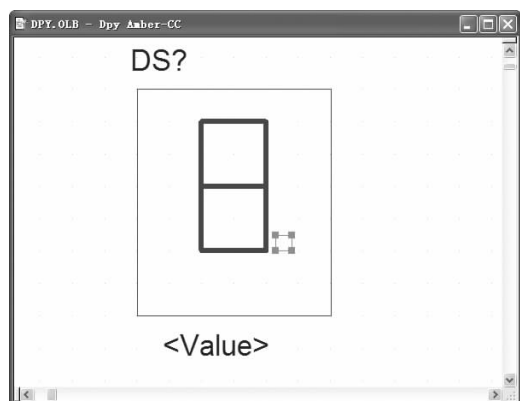

图 6-216 绘制小数点
5) 绘制小数点。选择菜单栏中的“Place (放置)”→“Rectangle (矩形)”命令，或单击“Draw (绘图)”工具栏中的“Place rectangle (放置矩形)”按钮，在二极管右侧绘制适当大小的小矩形，如图 6-216 所示。